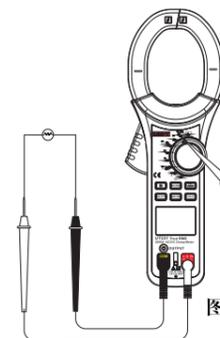

图 6
(4) 导通测试 (蜂鸣) (见图6)
4.导通检测 (蜂鸣) (见图6)